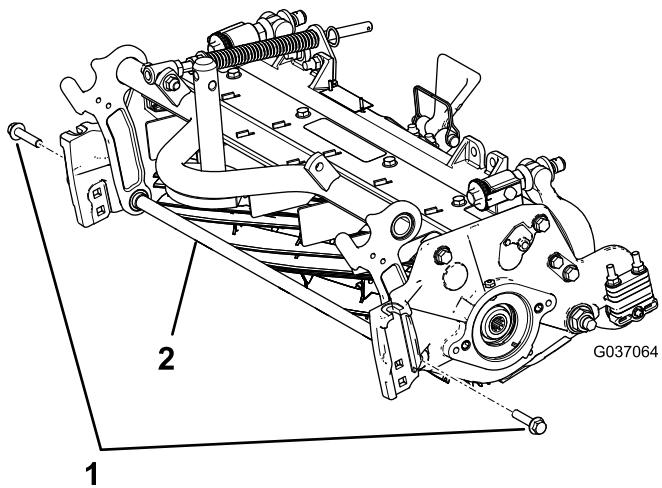

Figura 6
- A. Retire los 2 pernos con arandela prensada que sujetan la varilla de soporte y retire la varilla (Figura 6).